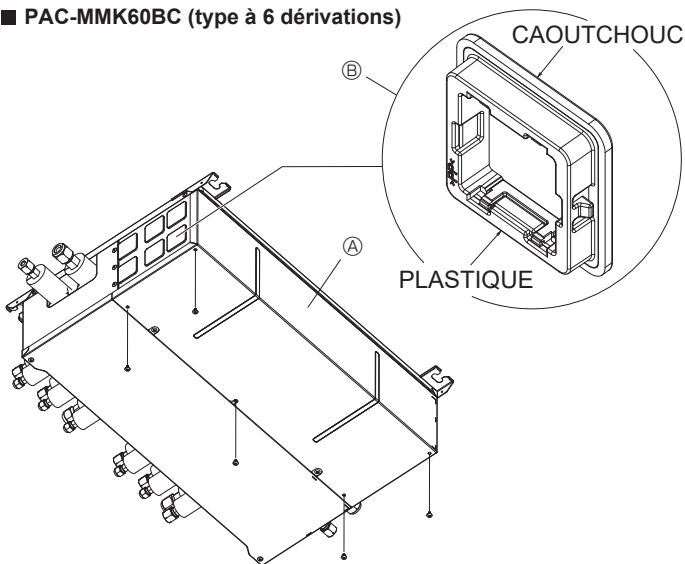
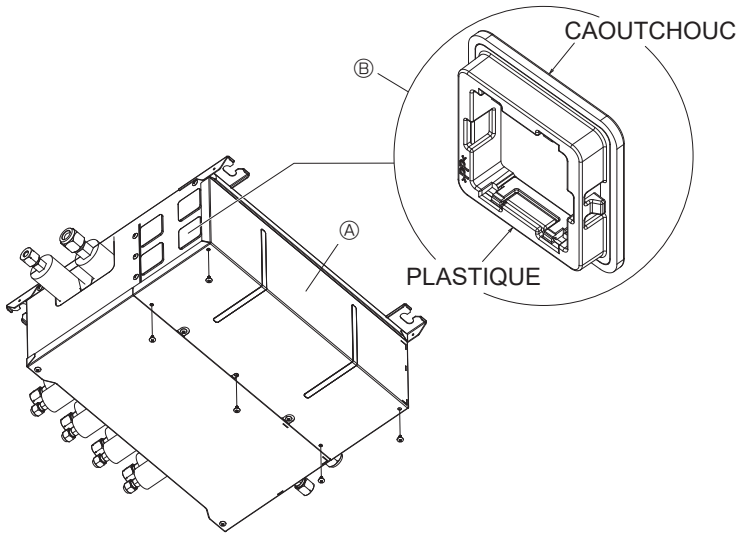

Fig. 7-1
Fig. 7-6
- (1) Retirez le couvercle du boîtier électrique. (type à 6 dérivations : Fig. 7-1, type à 4 dérivations : Fig. 7-6)